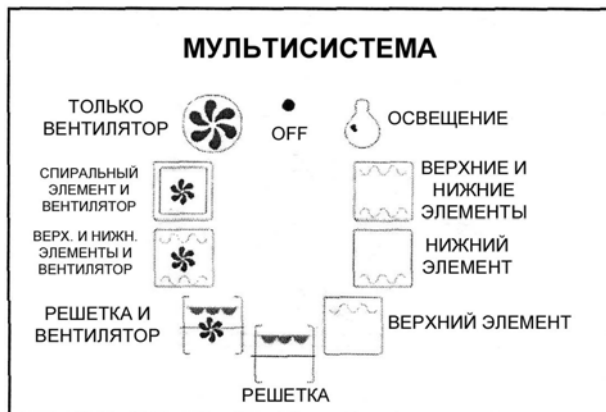

Рисунок 6
- Внутри печи (**23 MX - 23 MX UMI - 43 MX - 43 MX UMI**) расположено 3 резистора и решетка. Каждый резистор имеет высокую мощность. Селекторный переключатель позволяет выбирать различные способы приготовления, наиболее подходящие для каждого отдельного случая (рисунок 6). Использование решетки дает возможность подрумянить блюдо, обжарить в сухарях или тертом сыре, а также приготовить его на гриле.